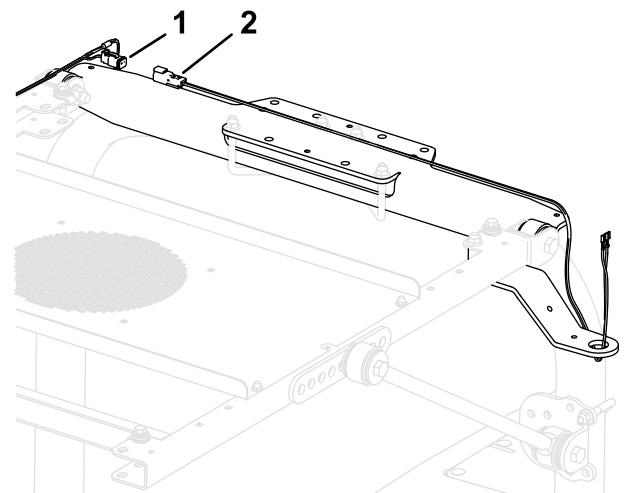

Figur 7
1. Montera varningslampans monteringsfäste på solskärmen så som visas i Figur 7.